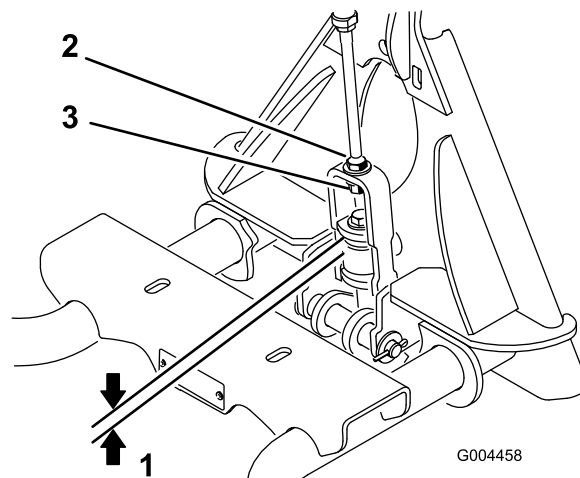

図 7
2. 図 7に示すように、上面のワッシャからアタッチメント・アダプタのリンク・アセンブリのスペーサまでの距離を測る。
注 ワッシャとショルダ（肩）とのすき間が 1.5～2.0 mm あれば適正です（図 7）。
3. すきまの大きさが適正でない場合は、リンク・アセンブリについているジャム・ナットをゆるめ、調整ナットを締め方向またはゆるめ方向に回してすきまを調整する（図 7）。